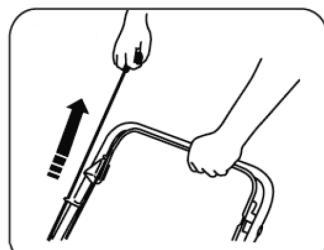

Рис. 16
4. Правой рукой потяните за ручку стартера до ощутимого сопротивления, затем верните ее назад на вытянутую руку и резко дерните за ручку стартера (Рис. 16). Двигатель запуститься. Нож начнет вращаться одновременно с запуском двигателя. Если двигатель не запустился с первого раза, продолжайте процедуру запуска двигателя.